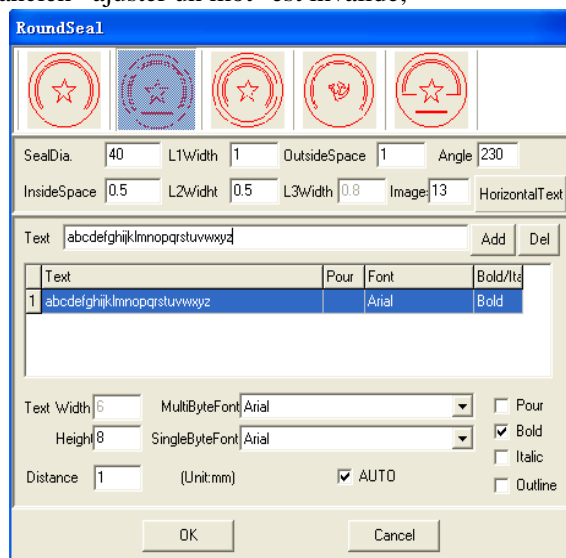
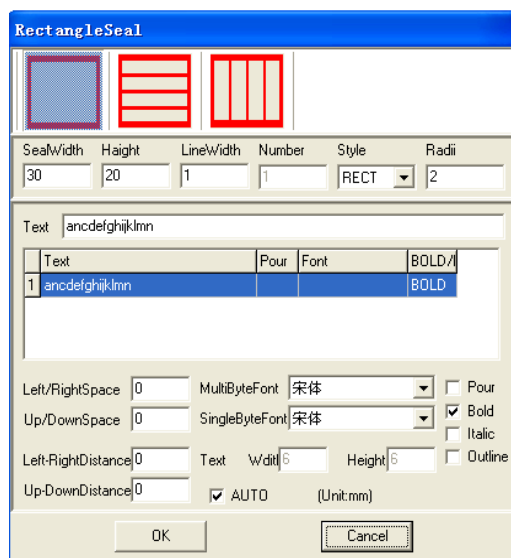

图3-4
图3-5
? choisissez "Nouveau --- ronde Seal" dans le menu ----, printemps, puis une fenêtre de réglage; (raccourci Ctrl + Y) (Fig. 3-4)
(1) Dans la fenêtre du cachet rond horizontale (fig. 3-4), cliquez sur le paramètre horizontale après le réglage des paramètres appropriés dans la fenêtre, le printemps par la fenêtre design horizontal (Fig.3-5), puis de réviser les mots horizontale.